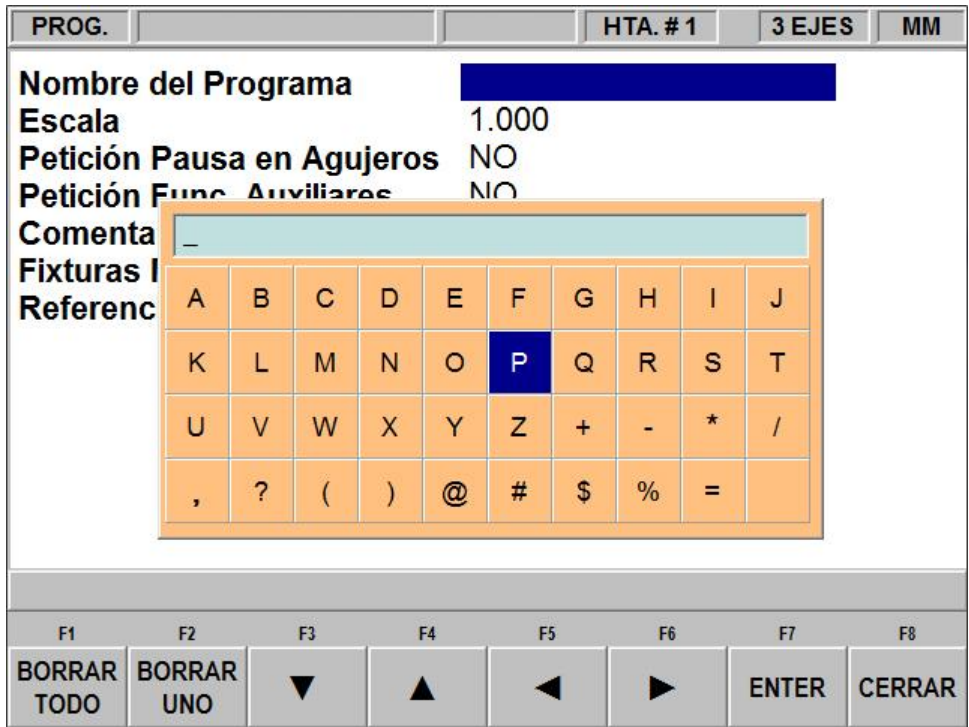

FIGURA 7.3.1
- Presionar la tecla física HELP (Ayuda) para acceder a las teclas de letras y caracteres especiales en la CNC ProtoTRAK SMX, ver Figura 7.3.1.